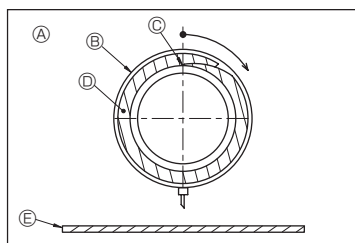

Рис. 3-6
5. Изолируйте дренажный порт и соединительную муфту для дренажа изоляционным материалом ⑦, затем закрепите материал лентой. (Изоляция и лента входят в комплект прибора.) (Рис. 3-6)
[Рис. 3-6]